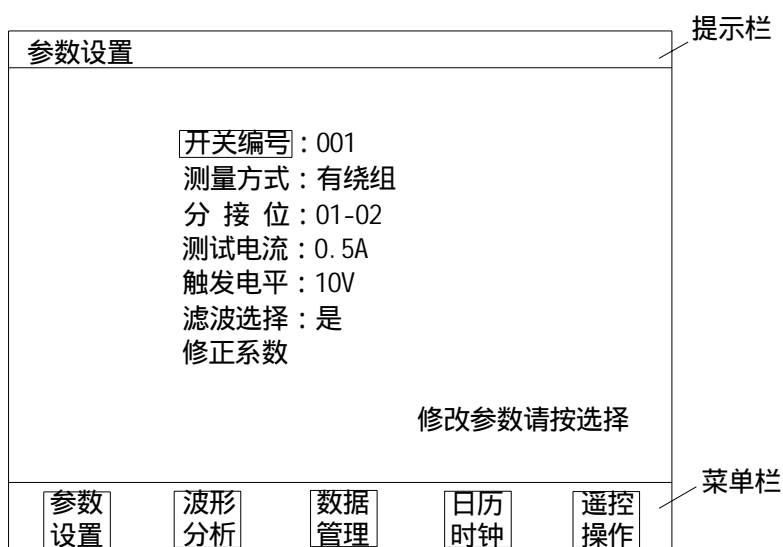

图 2
2. 确认以上接线无误后，开机，仪器自检后进入主菜单（见图 2），选择主菜单 **参数设置** 进入参数设置菜单。如图 2
### 1、 参数设置菜单（见图 2）